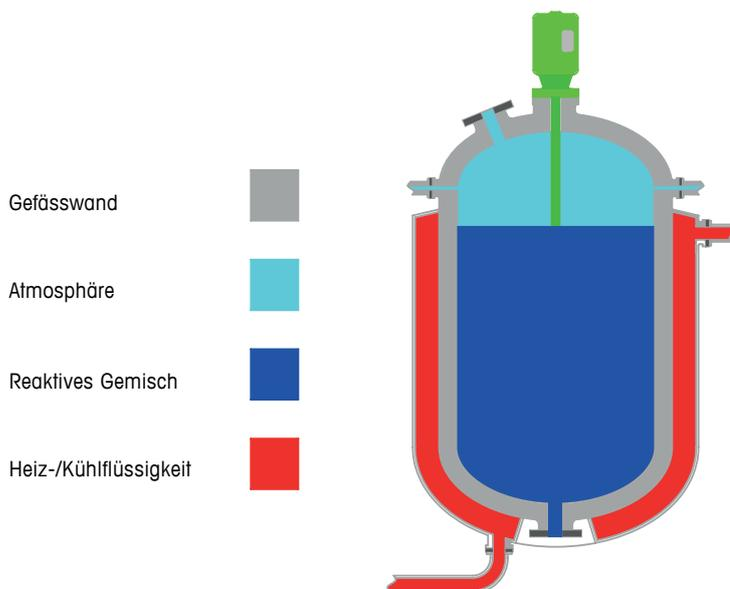

Abb. 30: Querschnitt durch einen herkömmlichen Batch-Reaktor
In Abbildung 30 ist ein Querschnitt durch einen typischen Batch-Reaktor abgebildet. Es gibt zahlreiche Faktoren, die zur ständigen Last eines Reaktors beitragen. Dies ist für die Genauigkeit nachteilig. Im Folgenden werden diese Faktoren kurz beschrieben.
3. Die meisten Reaktoren sind mit einer Heiz-/Kühlspule oder einem Heiz-/Kühlmantel ausgestattet (siehe Abbildung 30). Das Gewicht der Spule bzw. des Mantels und insbesondere das Gewicht der enthaltenen Flüssigkeit trägt auch zur ständigen Last bei. Bei einem solchen Reaktor ist die Isolierung in der Regel durch eine äussere Schicht aus Edelstahl geschützt, die ebenfalls zur ständigen Last beiträgt.